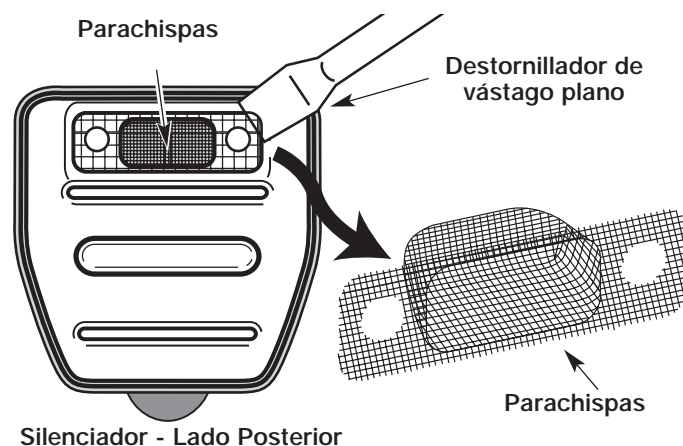

Fig. 40
4. Despegue cuidadosamente el parachispas con un destornillador de punta plana del orificio en bajo relieve (Fig. 40). Quite el parachispas del silenciador.
5. Limpie el parachispas con un cepillo de cerdas metálicas. Cámbielo si está dañado o si no lo puede limpiar completamente (Fig. 40).